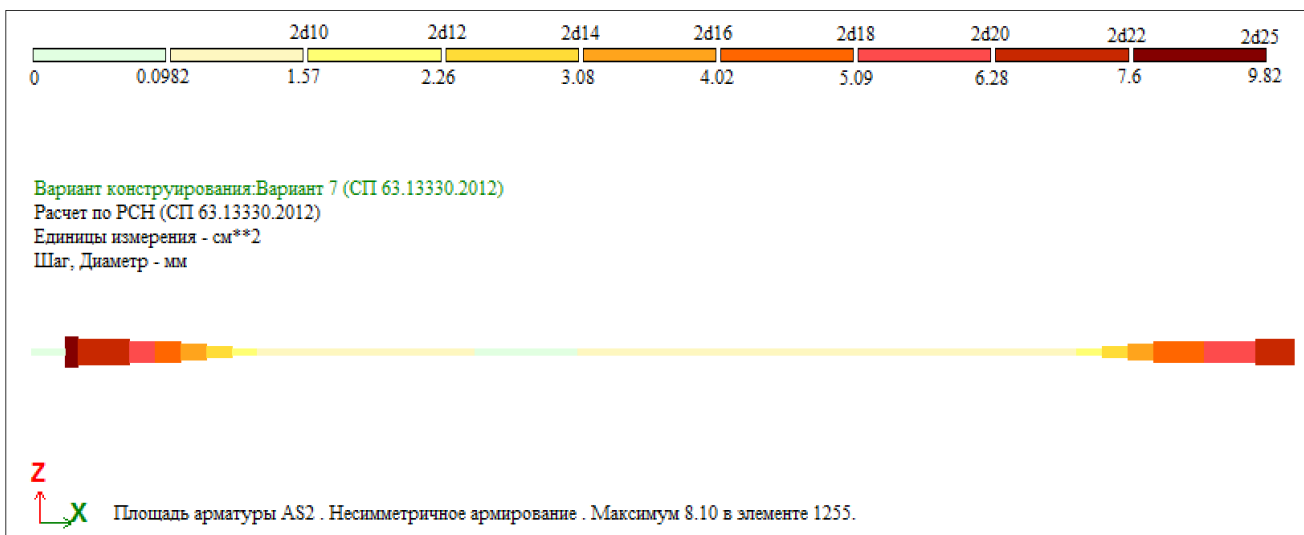

Рис. 20.12. Распределение верхней продольной арматуры контурной балки
- Далее щелкните по кнопке **Распределенная арматура AS2** . На экране появится мозаика армирования балки верхней продольной арматурой (рис. 20.12). Максимальное значение площади сечения верхней арматуры составляет  $8,1 \text{ см}^2$ .